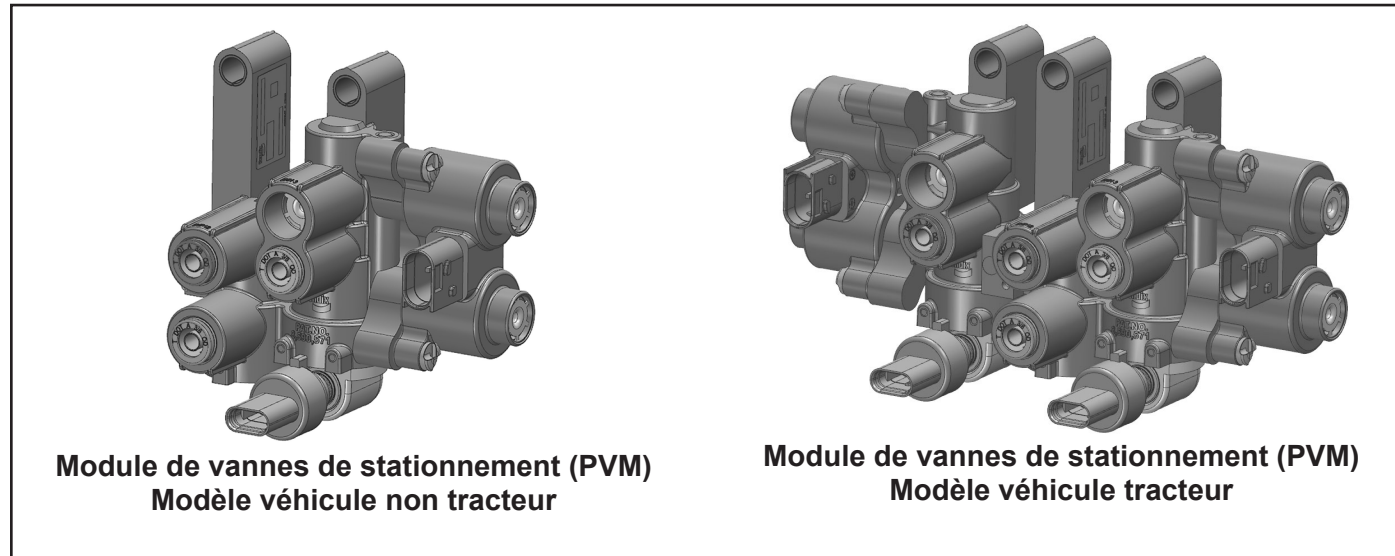

Figure 4 – Modules de vannes de stationnement
- Le PVM est un bloc de vannes électromécaniques à commande par solénoïde, soit une électrovanne pneumatique par conduite. Ces électrovannes monostables sont sollicitées par un ressort (à l'instar du module de commande Bendix® MV-3®), qui fournit une fonction de déclenchement mécanique lorsque la pression du réservoir est basse. Le module de vannes abrite également un clapet antiretour double (air fourni distinct, primaire ou secondaire) et un capteur de pression à chaque conduite (mesure directe de la pression de refoulement). Cf. la Figure 4 des deux configurations PVM.